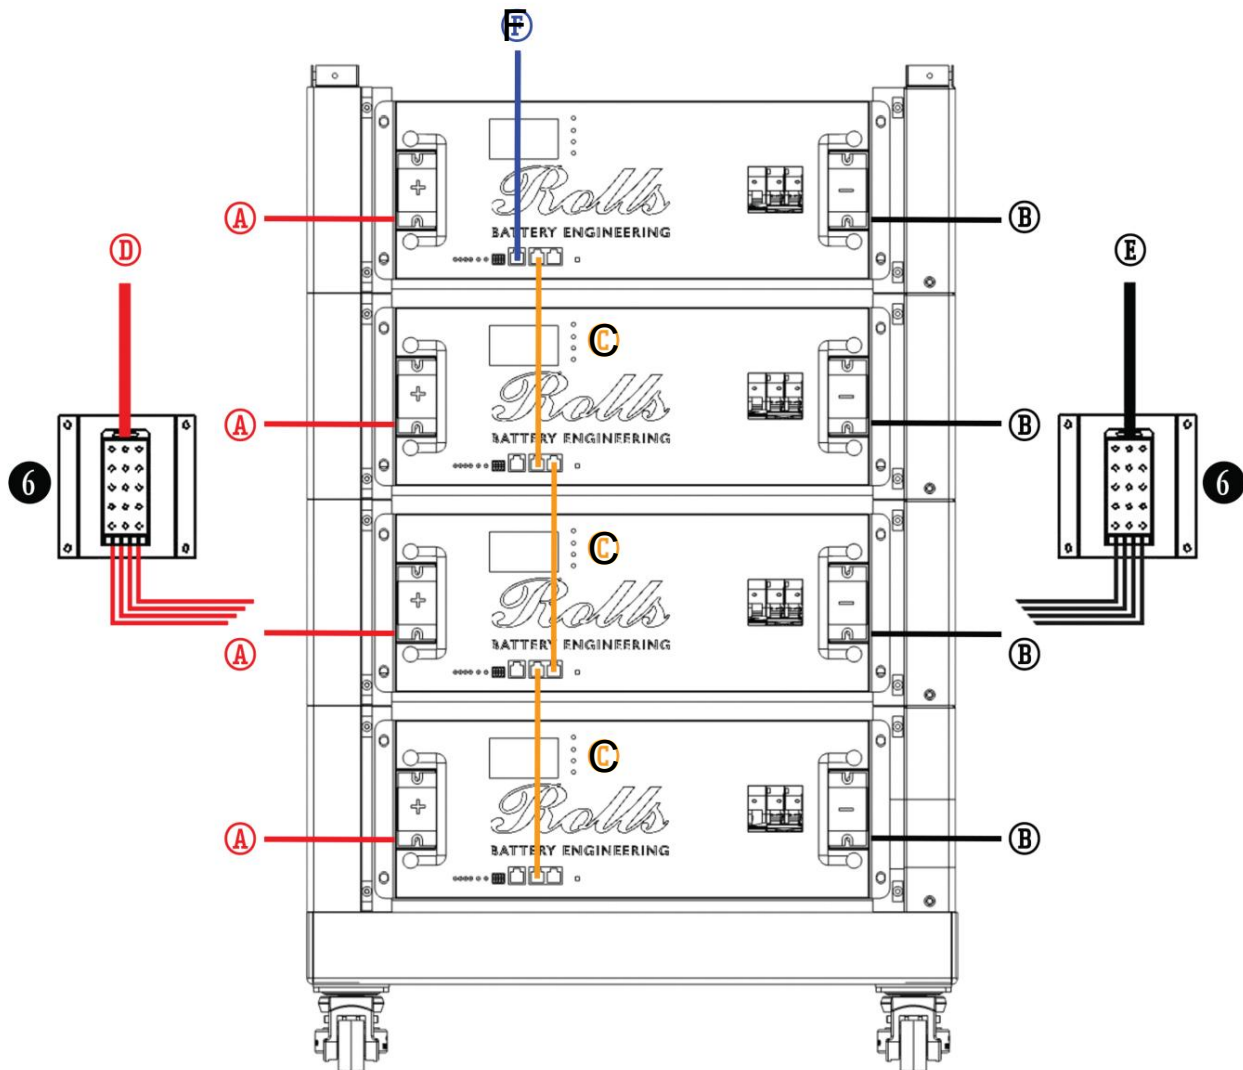

Figura 4.0
C. Comenzando en la parte inferior del gabinete, inserte un paralelo cable de comunicación C en uno de los puertos RS-485 en la parte frontal de la batería (cualquiera de los puertos). Inserte el otro extremo del cable en un puerto RS-485 (cualquiera de los puertos) en la siguiente batería. Inserte otro cable de comunicación paralelo C en el otro puerto RS-485 de la segunda batería y conéctelo a la siguiente batería. Repita este proceso hasta que todas las baterías estén conectadas en paralelo como se muestra en la Figura 4.0 arriba.
D. Conecte el cable de comunicación RJ45 de 1 m F al puerto RS-485 disponible en la batería instalada en la parte superior del gabinete, como se muestra en la Figura 4.0. Conecte el otro extremo del cable al puerto RS-485 en la parte inferior del conjunto superior del gabinete. k